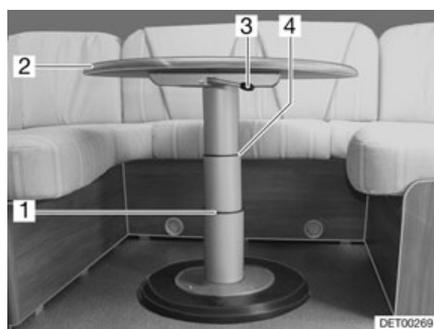

Fig. 65 Table à hauteur réglable de la dînette en U
- Faire basculer le levier de verrouillage (Fig. 65,3) vers la gauche. Le verrouillage est ouvert.
- Appuyer le plateau de table (Fig. 65,2) au milieu vers le bas jusqu'à la butée désirée (Fig. 65,1 ou 4) et le maintenir appuyé.
- Faire basculer le levier de verrouillage (Fig. 65,3) vers la gauche. La table à hauteur réglable est verrouillée.